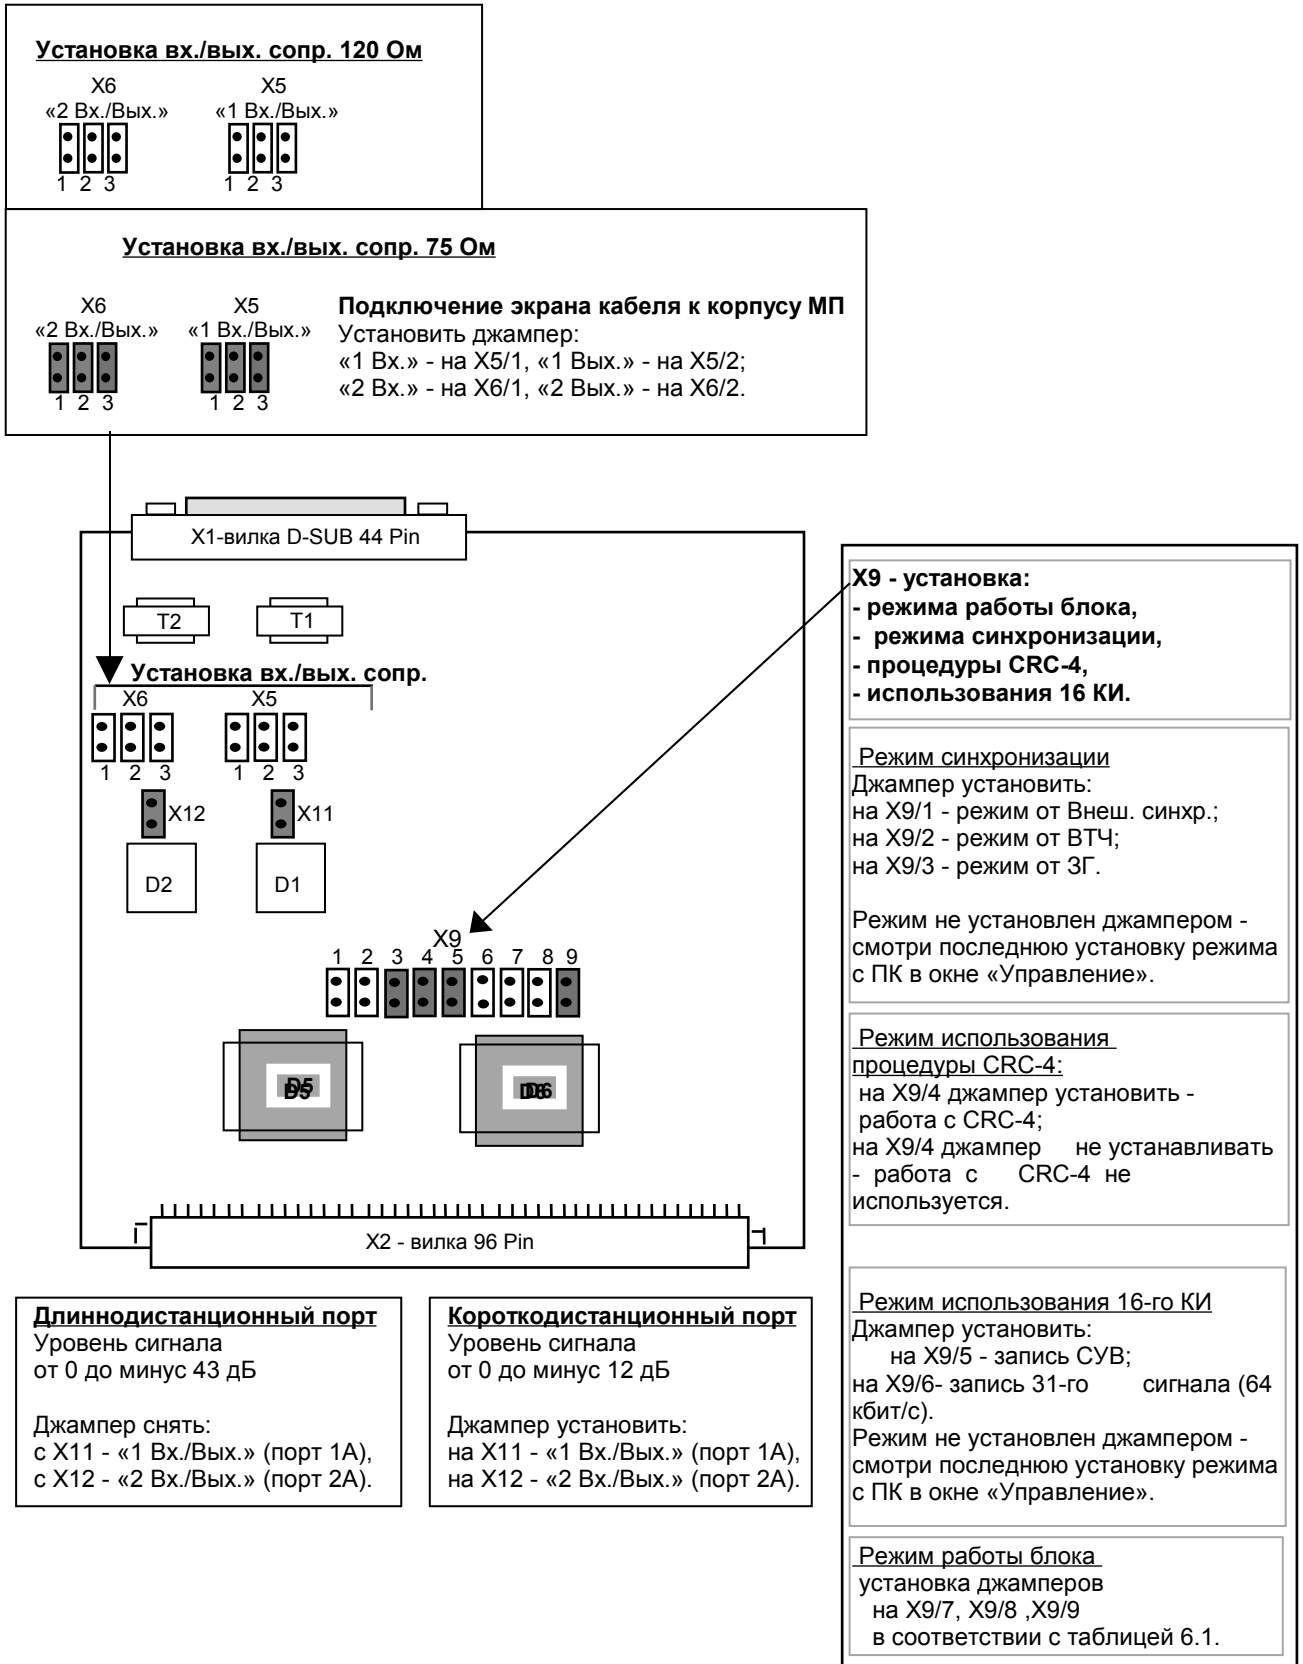

Рисунок 6.2 – Расположение соединителей штыревых на печатной плате блока МП-1 (блок с номером версии «V.1» и выше).
- 3) блок с номером версии «V.1» и выше - на печатной плате отсутствуют джамперы на X11, X12 (смотри рисунок 6.2).